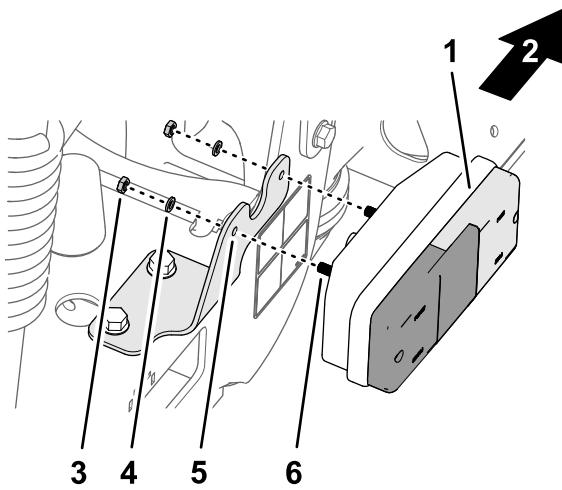

Figure 58
- Fixez le feu de arrière au support (Figure 58) à l'aide de 2 rondelles frein et de 2 écrous (5 mm).